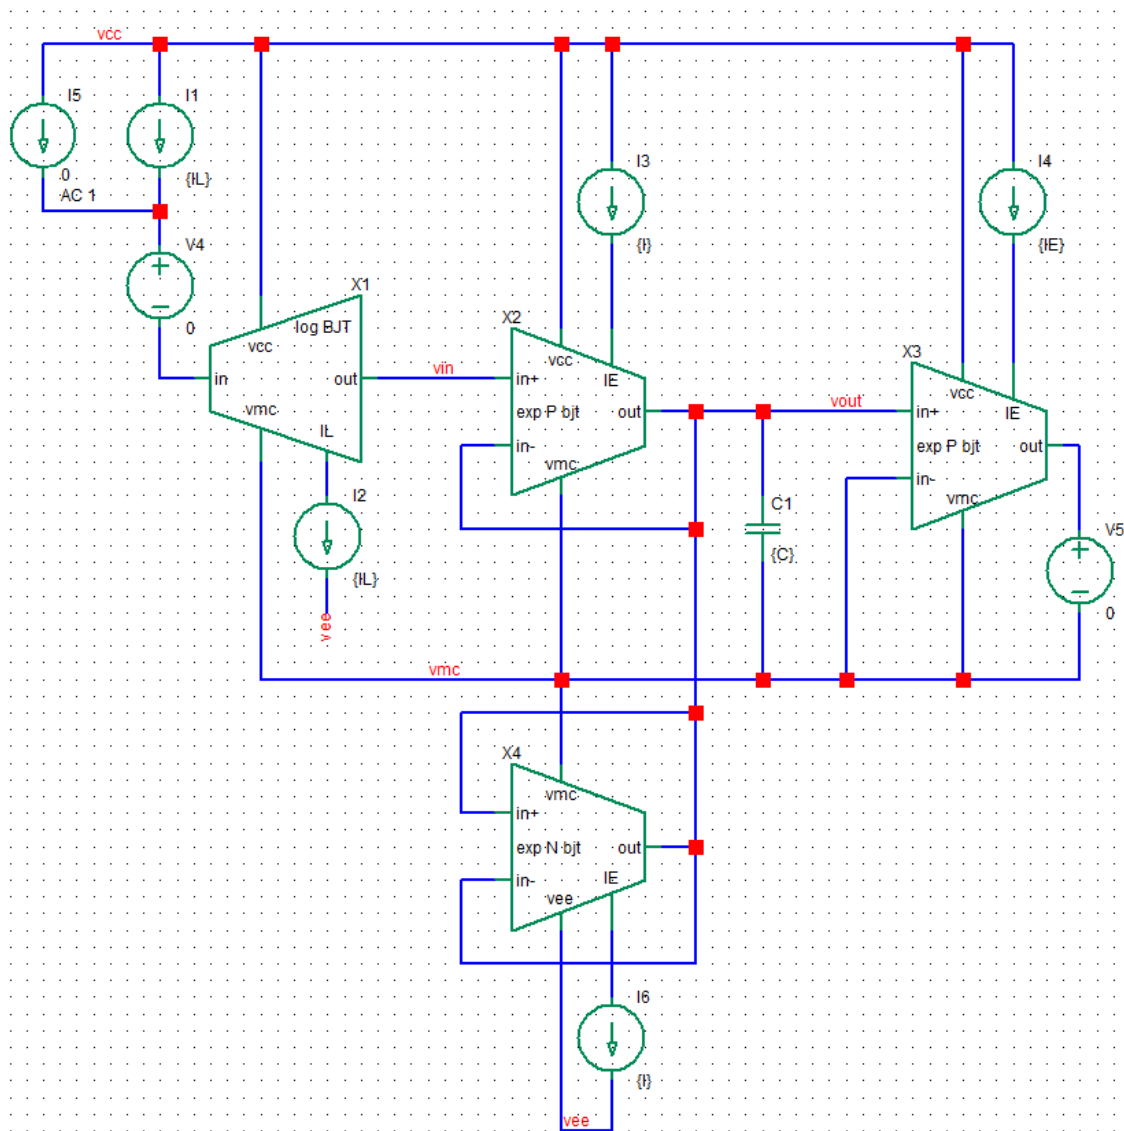

Figura 1: Schema electrică a integratorului cu pierderi ELIN implementat folosind blocul logaritmic și blocuri exponențiale
- desenați schema de test din Figura 1;